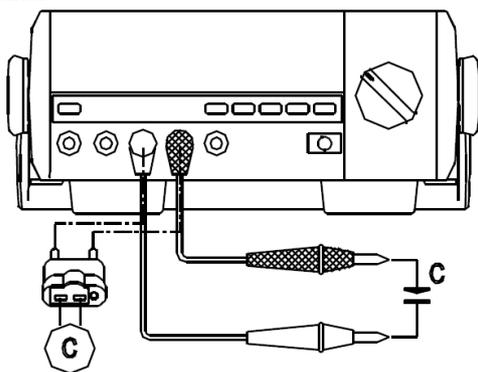

Рисунок 8
F. Измерение емкости (см. рисунок 8)